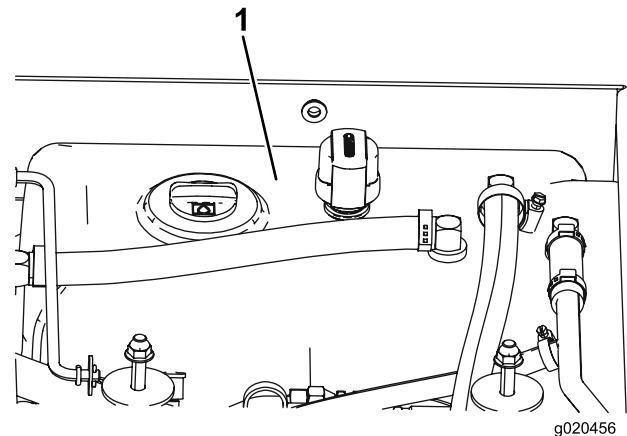

Bild 72
3. Füllen Sie den Behälter (Bild 72) mit Hydrauliköl; siehe Prüfen des Hydrauliköls“.